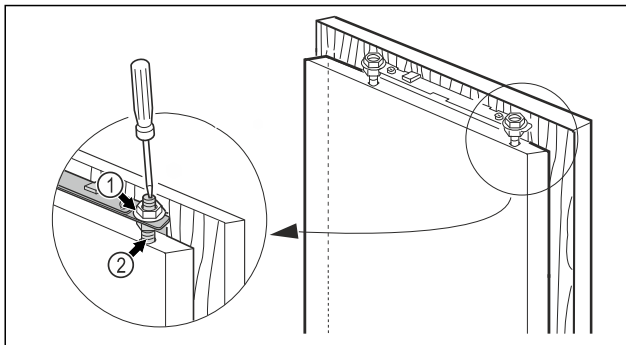

Fig. 49
- Pritegnite protumatice Fig. 49 (1) imbus ključem veličine 13, pritom odvijačem pridržavajte svornjak za namještanje Fig. 49 (2).